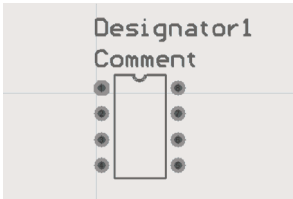

图 6-32 放置的元器件封装
- 4) 根据实际需要，设置完参数后，即可把元器件放置到工作区中，如图 6-32 所示。